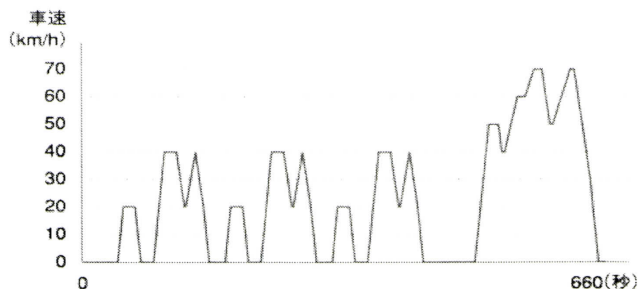

図2. 10.15モードによる測定
- ①走行抵抗設定 車両（空車）状態+110kg
- ②搭載電気機器，エアコンOFF状態
- ③60km/hで15分暖機走行完了後，10.15モードのグラフに合わせて走行する。（図2）